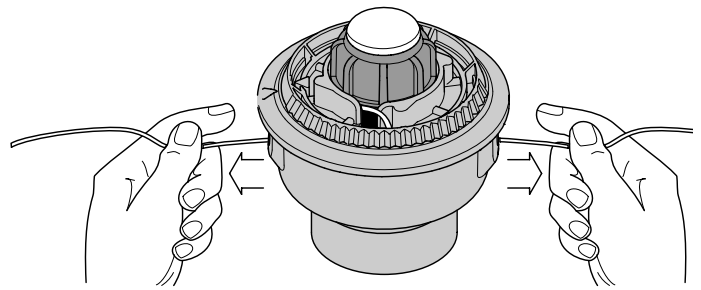

Fig. 19
9. Si le rembobinage du fil devient difficile ou si le fil se coince, tirez-en les extrémités de la bobine. Continuez de rembobiner le moulinet intérieur vers la gauche (Fig. 19).
Si le SpeedSpool^{MD} ne déroule pas le fil correctement, tirez fermement les extrémités du fil loin de la bobine (Fig. 19). Si cela ne suffit pas, suivez les instructions de *Nettoyage du SpeedSpool^{MD}* ci-dessous.